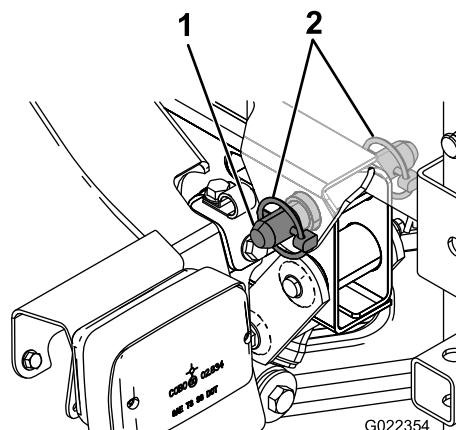

Figure 13
6. Alignez les trous des pattes de pivot à l'arrière du patin de cuve et les trous du tube de pivot du plateau au bout du cadre du véhicule (**Figure 13**).
7. Placez un axe de chape conique et 2 goupilles à anneau sur la patte de pivot pour fixer la cuve au châssis (**Figure 13**).